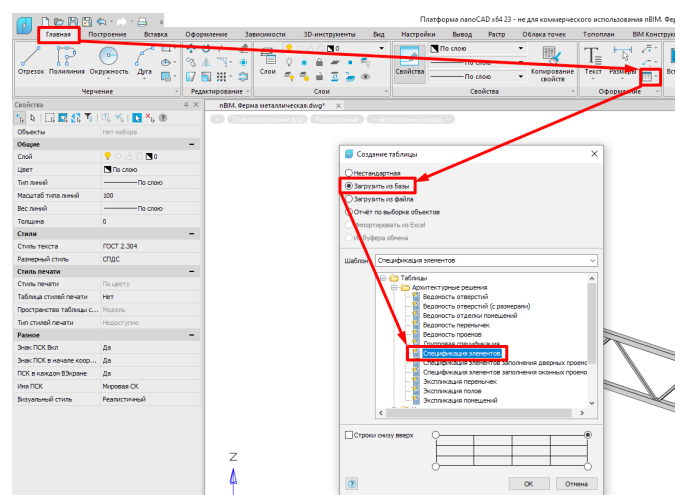

Рис. 2
1. Нажимаем кнопку *Таблица nanoCAD* на вкладке *Главная*. По умолчанию нам предлагается создать таблицу с нуля. Но в базе уже лежат заготовки спецификаций, соответствующие всем ГОСТам на оформление, поэтому переключаемся на радиокнопку *Загрузить из базы* и выбираем *Спецификация элементов по форме 7* (рис. 2).